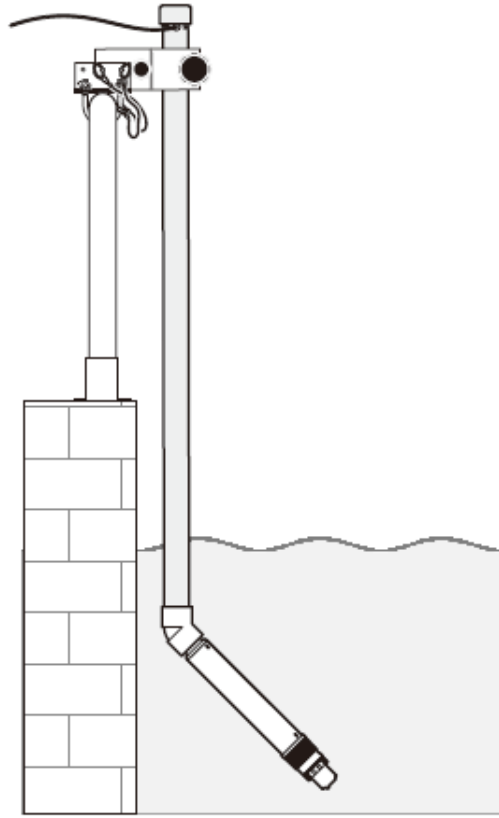

图 10 使用杆式安装组件安装传感器的示意图
- 关于详细的安装信息，请参照厂家提供可选的安装附件的说明书。（见 16 页的图 10）。